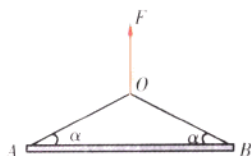

图 1-3-5
2. 要求起重机匀速起吊重力 $G = 1.2 \times 10^5 \text{ N}$ 的均匀混凝土梁 AB , 两钢索 OA 、 OB 与梁之间的夹角相等, 如图 1-3-5 所示, 夹角 α 应不小于多少? 已知钢索所能承受的最大拉力为 $T_m = 1.0 \times 10^5 \text{ N}$ 。